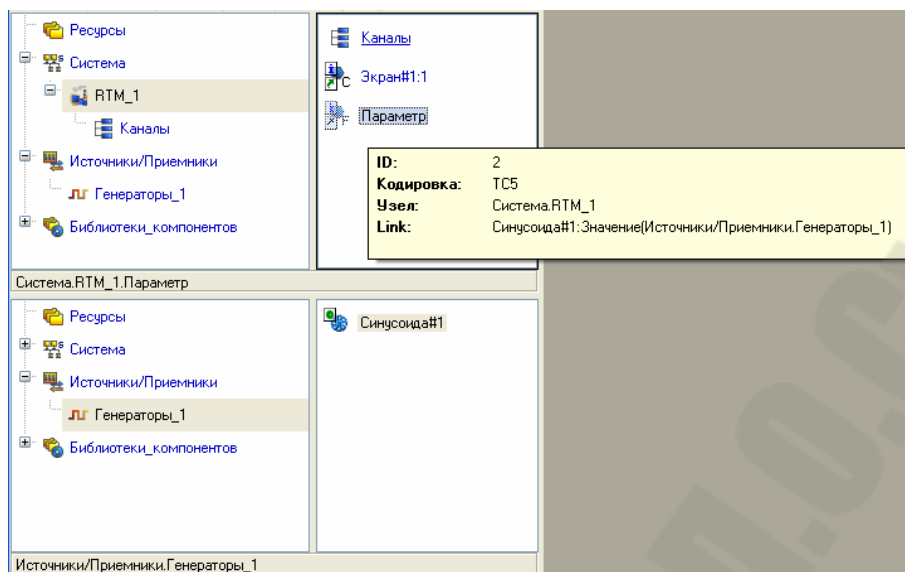

Рисунок 2.22 – Вид окна проекта после привязки генератора к каналу
- перетянем созданный источник на узел **RTM_1** в слой «Система», а затем, в открывшемся окне компонентов, на канал «Параметр» и отпустим ЛК (рисунок 2.22).